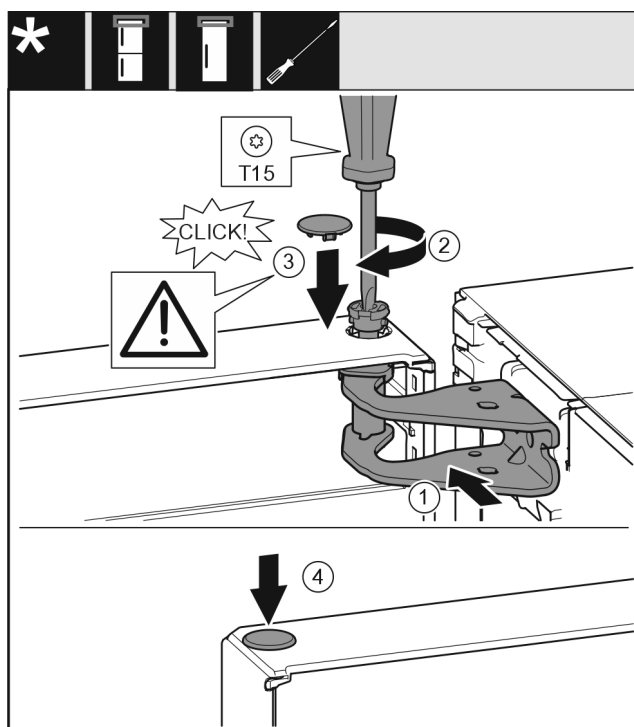

Fig. 21
- Deur boven naar de opening in het lagerboks Fig. 21 (1) uitlijnen.
- Bouten Fig. 21 (2) insteken en met een schroevendraaier vastschroeven.
- Afdekking Fig. 21 (3) plaatsen.
- Controleer of de afdekking Fig. 21 (3) tegen de deur ligt.
- Afdekking Fig. 21 (4) plaatsen.